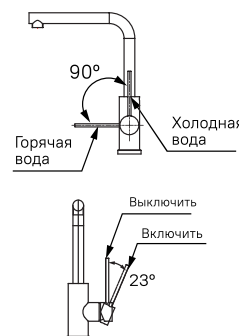

Рис. 5
6. Включение / выключение воды (рис. 5).